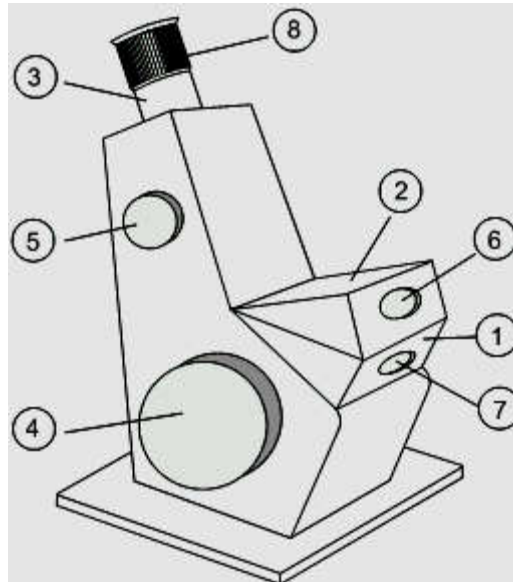

Abbildung 3 : Das ABBE-Refraktometer
Das ABBE-Refraktometer besteht im wesentlichen aus dem Messprisma (1), dem Beleuchtungsprisma (2), dem Beobachtungsfernrohr (3) mit integriertem Ablesemikroskop für die Brechzahlskala und den Stellrädern (4) und (5). Das Stellrad (4) dient nach der Beschickung des Prismenkörpers mit der Probe zur Einstellung der Hell-Dunkel-Grenzlinie auf das Strichkreuz im Okular. Mit dem Stellrad (5) kann der dispersionsbedingte Farbsaum der Grenzlinie zum Verschwinden gebracht werden. An beiden Prismen befinden sich verschließbare Beleuchtungsfenster (6) und (7) und auf der in Abb. 3 verdeckten Seite des Gerätes eine drehbare Beleuchtungsvorrichtung für die Brechzahlskala.